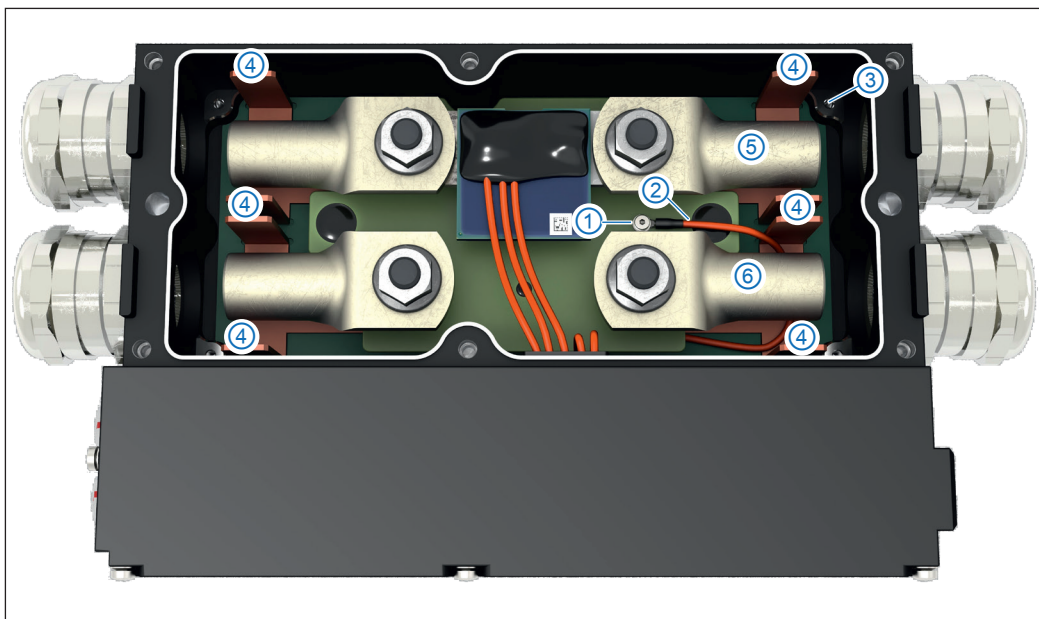

Abb. 5-42: HV BM 1.2+U, Optionen für Masseanschluss
Wie die HV-Leitungen für ein HV BM 1.2+U zu konfektionieren sind, hängt in erster Linie davon ab, ob die Abschirmungen über die Kabelverschraubungen mit dem Modulgehäuse verbunden oder mit den Schirmdurchführungen verlötet ( <a href="#">Abb. 5-42</a> , <a href="#">④</a> ) werden.
- ▶ Messung der Spannung zwischen HV+ (Abb. 5-42, ⑥) und HV- (Abb. 5-42, ⑤) (alle HV BM 1.x)
- ▶ Messung der Spannung zwischen HV+ (Abb. 5-42, ⑥) und Gehäuse (PA, Abb. 5-42, ③) (nur HV BM 1.2+U)
- ▶ Messung der Spannung zwischen HV- (Abb. 5-42, ⑤) und Gehäuse (PA, Abb. 5-42, ③) (nur HV BM 1.2+U)